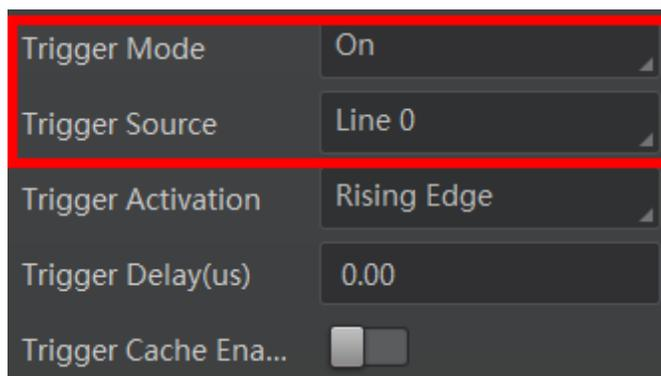

图8-4 Line 0/Line 2 设置为触发源
2. *Trigger Source* 参数下拉选择 *Line 0* 或 *Line 2*，如图 8-4 所示。